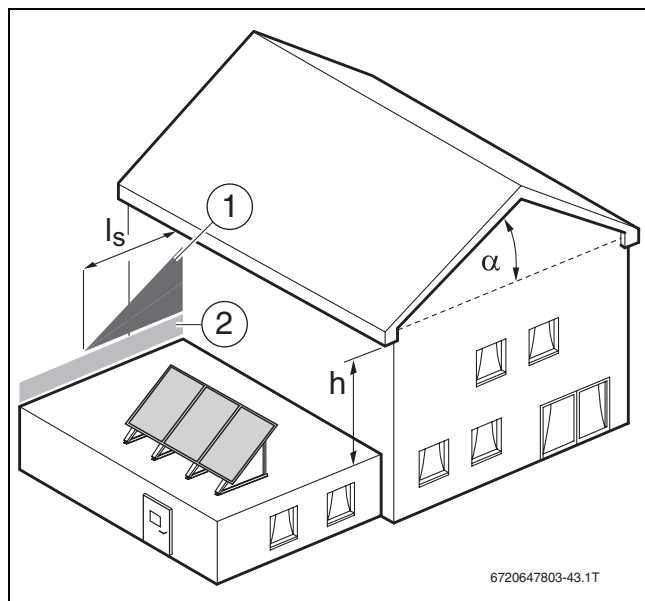

Fig. 13
- Evitare i salti di quota (→ fig. 13).
Nei salti di quota dei tetti è necessario evitare la caduta di carichi di neve da un'inclinazione del tetto $\alpha > 15^\circ$. La lunghezza del carico aggiuntivo dovuto a un carico di neve in caduta è data dal salto di quota ($\rightarrow$ fig. 13): $l_s = 2 \times h$